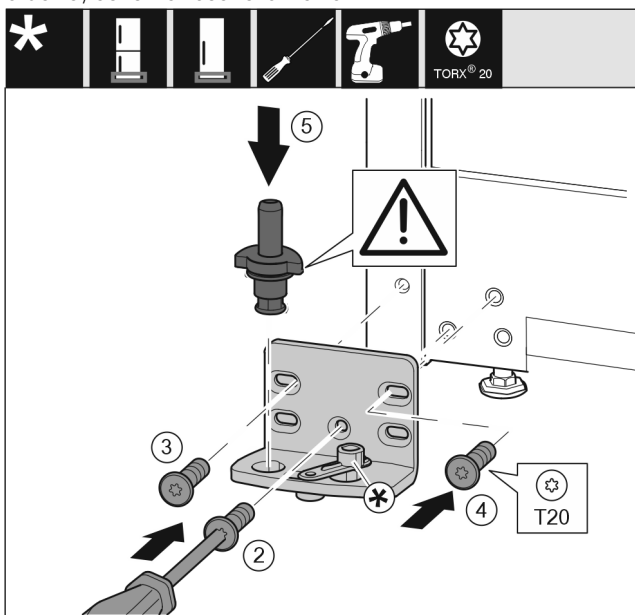

Fig. 16
- ▶ Helyezze fel a csapágybakot a másik oldalra, és csavarozza fel csavarhúzóval. Kezdje alul, a középső csavarral Fig. 16 (2).
- ▶ Húzza meg a csavart Fig. 16 (3) és a csavart Fig. 16 (4).
- ▶ Helyezze be teljesen a csapszeget Fig. 16 (5). Ügyeljen közben arra, hogy a reteszelő bütyök hátrafelé mutasson.